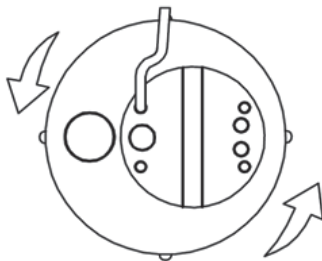

Figure 2 Attention! Toujours respecter les règles de sécurité
3. Observez la pompe d'en haut et observez attentivement le recul au démarrage. Si la direction de rotation est correcte, le couvercle supérieur tourne dans le sens contraire des aiguilles d'une montre, comme indiqué par la flèche (Figure 2).